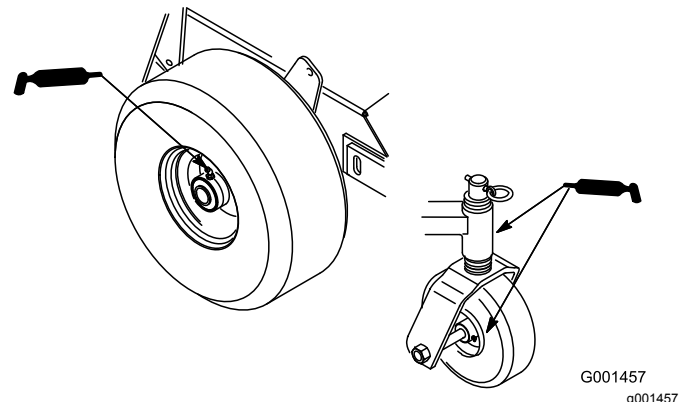

Figura 16
1. Lubrique los cojinetes de las ruedas delanteras y los ejes delanteros (Figura 16).
2. Lubrique los cojinetes de las ruedas motrices (Figura 16).